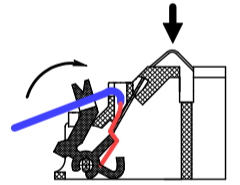

Рисунок 2
- ввести в канал провод и зафиксировать его, поджав кнопку-зажим до упора (рисунок 2);
- проверить надежность соединения для чего необходимо надавить на изгиб контакта, имитируя нажим датчиком (рисунок 2) и потянуть провод на себя;
- завести провод в паз, расположенный на кнопке-зажиме (рисунок 2).